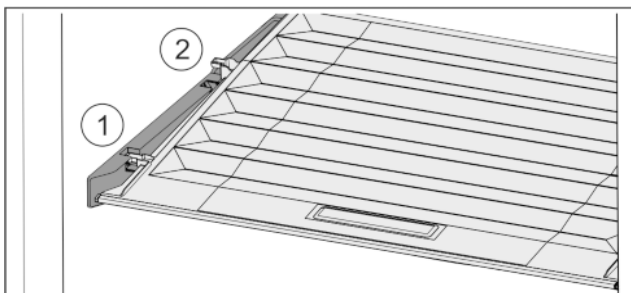

Fig. 27
- ▶ Deckel bis zur Öffnung in den Halteteilen nach vorne ziehen Fig. 27 (1).
- ▶ Hinten von unten anheben und nach oben wegnehmen Fig. 27 (2).